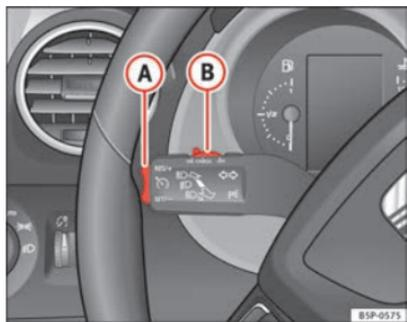

Fig. 151 Leva degli indicatori di direzione e degli abbaglianti: interruttore e tasto di comando del regolatore di velocità
- Quando il veicolo raggiunge la velocità che si desidera impostare, premere una volta sulla parte inferiore del tasto **SET/-** → fig. 151 **A**.